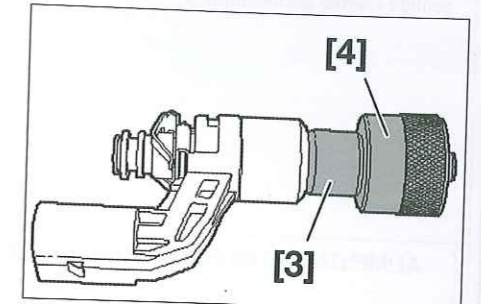

Fig. 43
- [3]. Casquillo de separación (ref. T10133/11) (Fig.43)
- [4]. Casquillo de calibrado (ref. T10133/7) (Fig.43)
- Retirar el conjunto cono y casquillo e instalar el casquillo de separación [3] sobre el cuerpo del inyector (Fig.43).